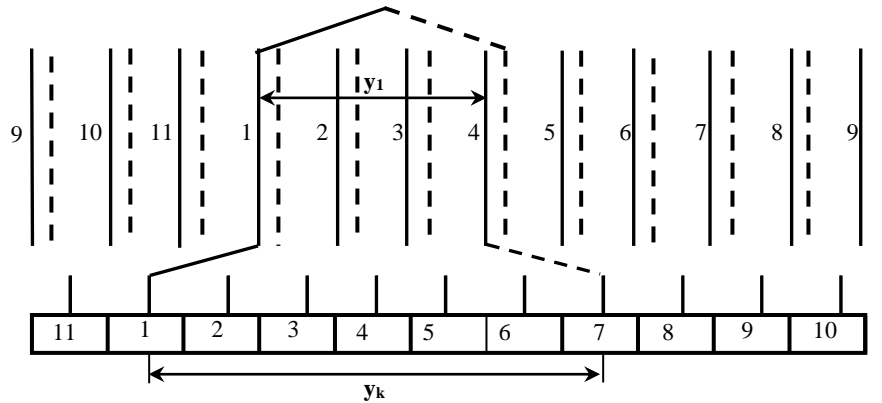

Рис. 1.5
3. Начертить одну секцию обмотки, расположить её и пронумеровать коллекторные пластины и пазы обмотки (рисунок 1.5).